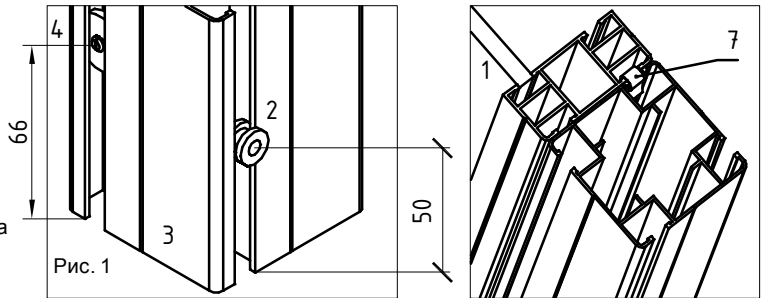

Рис. 3
1.6. Скрепить модуль (1) и стойку (3) в верхней части паза скобой пружинной (7) (Рис.3).
2.3. Скрепить модули (1) в верхней части пазов двумя скобами пружинными (7) аналогично креплению модуль (1) - стойка (3) (Рис.3).